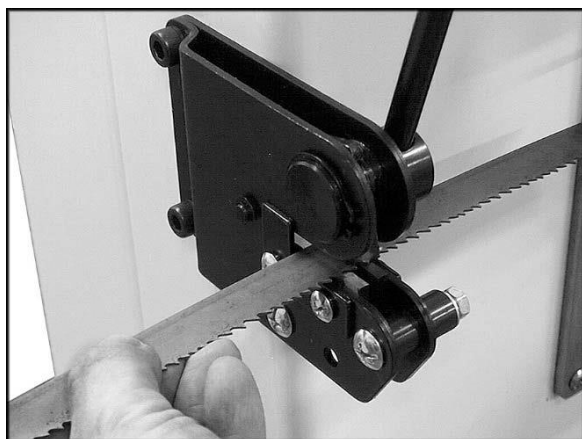

Рис. 12.
2. Уприте полотно в шаблон для резки. См. Рис. 12. Убедитесь, что полотно располагается перпендикулярно ножу, таким образом, торец обрезанного полотна будет также перпендикулярен поверхности полотна.